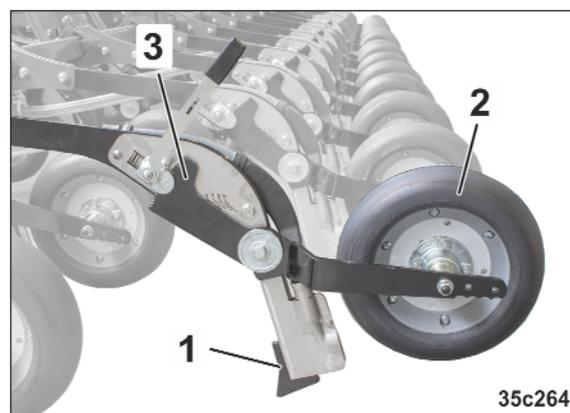

Рис. 80
Для высева семян сошники ConTeC-pro (Рис. 80/1) заглубляются в почву с агрессивным углом атаки. Благодаря этому сошники ConTeC-pro, опираясь на расположенные сзади прижимные катки (Рис. 80/2), поддерживают постоянную глубину укладки, которая может регулироваться.
- формирует посевную борозду (Рис. 80/1);
Прицепной прижимной каток (Рис. 80/2)
- ограничивает глубину заделки семян (Рис. 80/3);